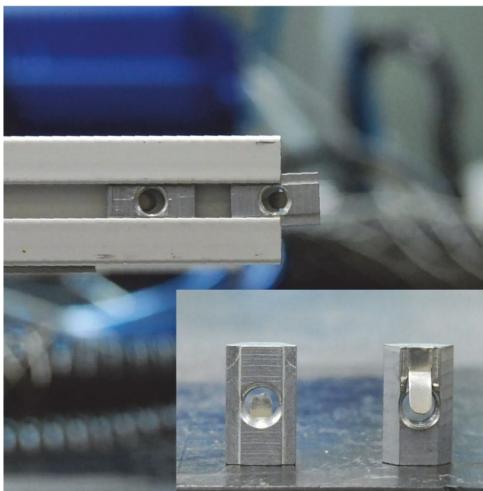

图 2-29 T型螺母用于将附件连接到框架杆上
5. 从换下的框架杆上取下T型螺母，并将这些螺母安装到新的框架杆上。每个手柄需要两个T型螺母，每个标尺需要两个T型螺母，而且每个框架杆需要一个T型螺母来连接边框（参见第63页的图 2-29）。